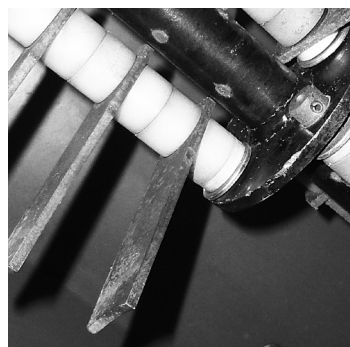

Fig. 6
7.3 Vervangen en slijpen van de messen (zie fig 6 en 7)
Houd rekening met de juiste werkvolgorde bij het demonteren van de messen. Verzekert u ervan dat de messen elkaar bij normaal gebruik van de machine niet kunnen raken. Eén van de assen moet beginnen met twee afstandsbussen, gevolgd door een mes - terwijl de andere as moet beginnen met één afstandsbuis, gevolgd door een mes. Zie fig 6.
Verzekert u ervan dat de pinnen de as in positie houden. Vervang de pinnen indien nodig, neem contact op met uw dealer. Zoals zichtbaar in fig 6, voorkomen de pinnen dat de as zijwaarts kan bewegen.